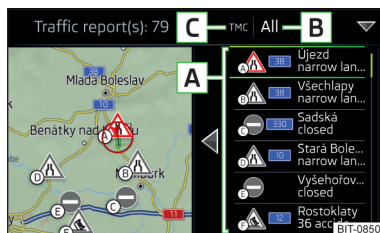

Fig. 241
En la lista de los boletines de tráfico, así como en el mapa se realiza la visualización de máximo 6 avisos, los cuales están previstos con una letra y el símbolo de una obstrucción del tráfico (p.ej. A, B, C) [A] » fig. 241.
En la posición [C] » fig. 241 pueden visualizarse los siguientes símbolos.
▶ **Si se realiza una guía al destino** - después de pulsar la superficie funcional **B** » fig. 241 pueden seleccionarse pulsando la superficie funcional **Todas las áreas** todos los boletines de tráfico, o pulsando la superficie funcional **Ruta**, sólo los boletines de tráfico que existen en la ruta, en el menú visualizado.